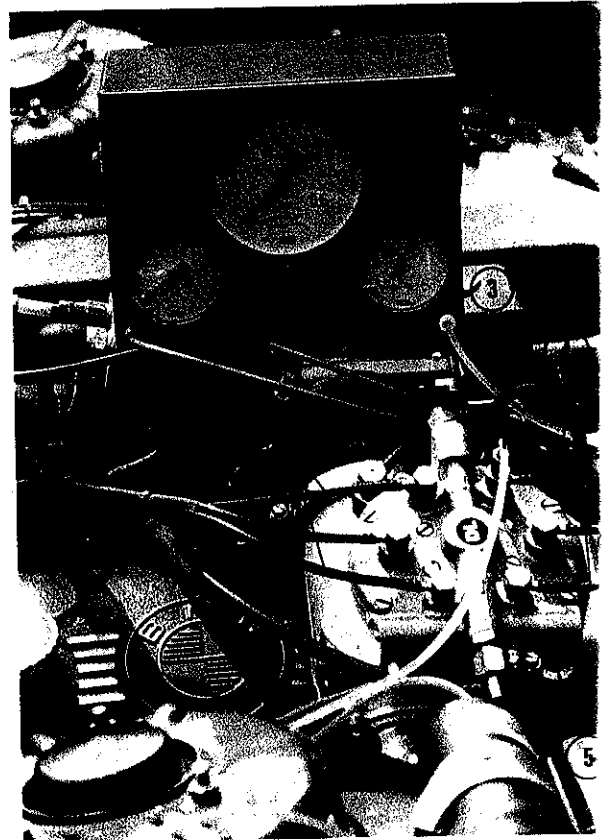

Bild 15
D.6 EINSPRITZVENTILE (Bild 15)